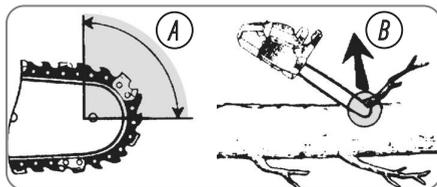

Abb. 1
- Rückschläge können auftreten, wenn die Nase oder Spitze der Führungsschiene ein Objekt berührt oder wenn das Holz sich schließt und die Sägekette im Schnitt einklemmt (vgl. Bild 1/ Fig. B).
- Bei Kontakt mit der Spitze kann es in einigen Fällen zu einer plötzlichen Rückwärtsreaktion kommen, bei der die Führungsschiene nach oben und zurück zum Bediener geschleudert wird (vgl. Bild 1/ Fig. A).